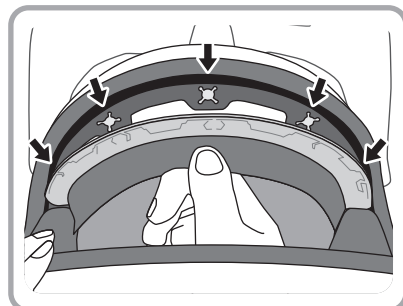

Fig. 1
1. Remover os encaixes na zona da testa no capacete puxando para baixo. (Fig.1)